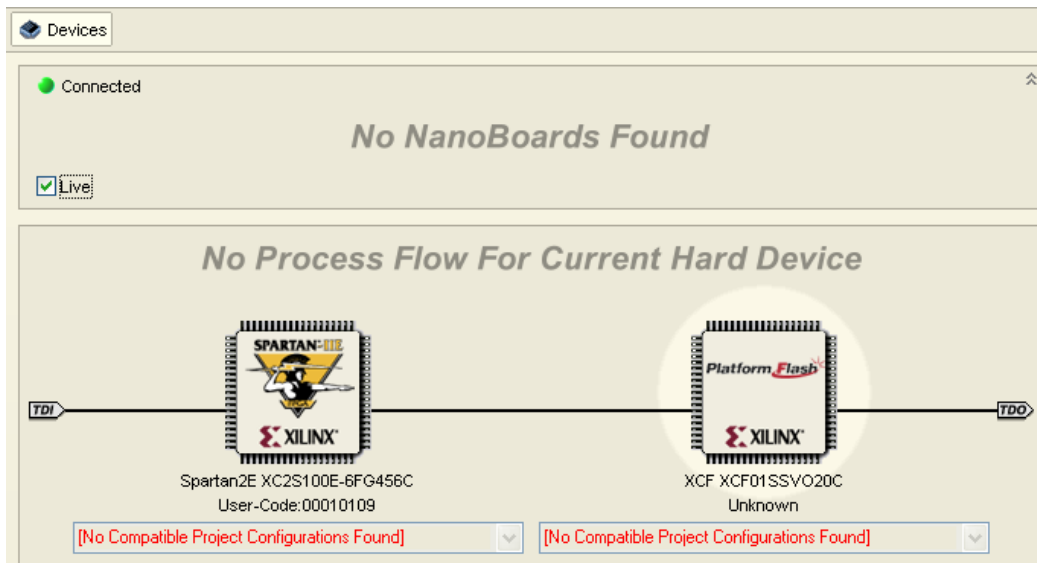

図 1. シリアル PROM デバイスへのアクセス
3. NanoBoard の **JP2 – SYSTEM JTAG** 間 (パラレルケーブルコネクタの左下) にジャンパ線を挿入します。これは特定機能用のジャンパ線で、挿入されると、NanoBoard のコントロールを切り替えて、NanoTalk コントローラ (Spartan IIE-100K) から、NanoTalk コントローラとザイリンクス PROMに関連するシンプルなハードウェアチェーンに移します。これらは、**Devices** ビュー内の Hard Devices (図 1) に表示されます。